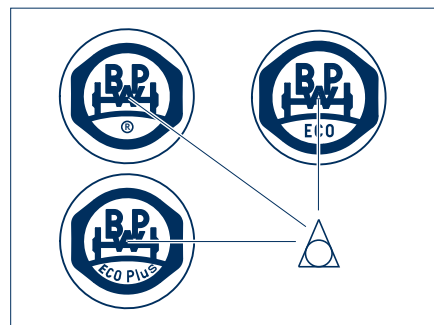

Рисунок 3
- Если установлены новые колпаки ступиц (под логотипом BPW выбит значок ®, ECO или ECO Plus) (рис. 3) отвинчивать колпаки нет необходимости.
- Треугольник (Δ) в логотипе BPW расположен по центру, если под ним выбит значок ®, ECO или ECO Plus (рис. 3).